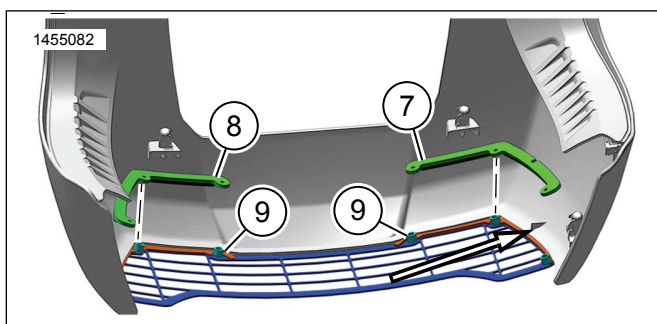

Figure 10.
10. Voir la Figure 10. Positionner les assemblages de support de protection (7 et 8) sur les entretoises (9).